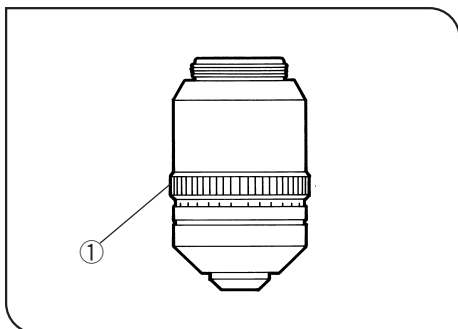

図 34
- ・カバーガラスの厚みが分かっている場合は、補正環①をその数値に合わせてください。(図34)
- ・カバーガラスの厚みがわからないときは、補正環①と微動ハンドルを交互に動かし、解像力が最良の位置をさがして使用してください。